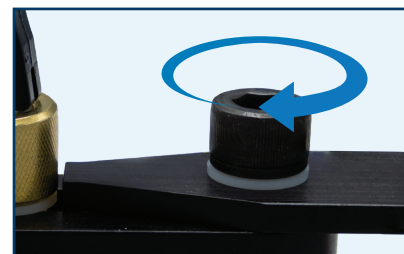

Abbildung 3
5. Verwenden Sie die Armschraube und ihre Unterlegscheibe, die 2 Stützarme miteinander zu befestigen (Abbildung 3). Stellen Sie sicher, dass sie mit einem 3/8 Zoll Sechskantschlüssel fest angezogen werden.